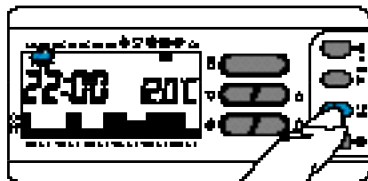

Fig. 44
8.6 - Per programmare diversamente i giorni successivi, far avanzare il giorno tramite il pulsante $\text{LU} \div \text{DO}$ e ripetere la medesima procedura indicata al punto 8.4 (fig.44).